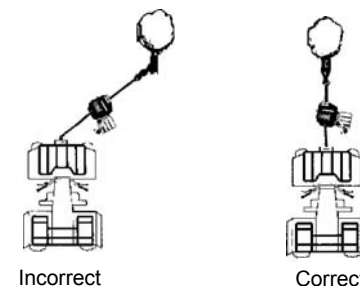

Figure 5
14. ÉVITEZ DE TIRER DE FAÇON CONTINUE DEPUIS UN ANGLE EXTRÊME, ce qui amènerait le câble métallique à s'entasser à une extrémité du tambour (Figure 5). Ceci pourrait coincer le câble métallique dans le treuil, endommageant ainsi le câble ou le treuil.